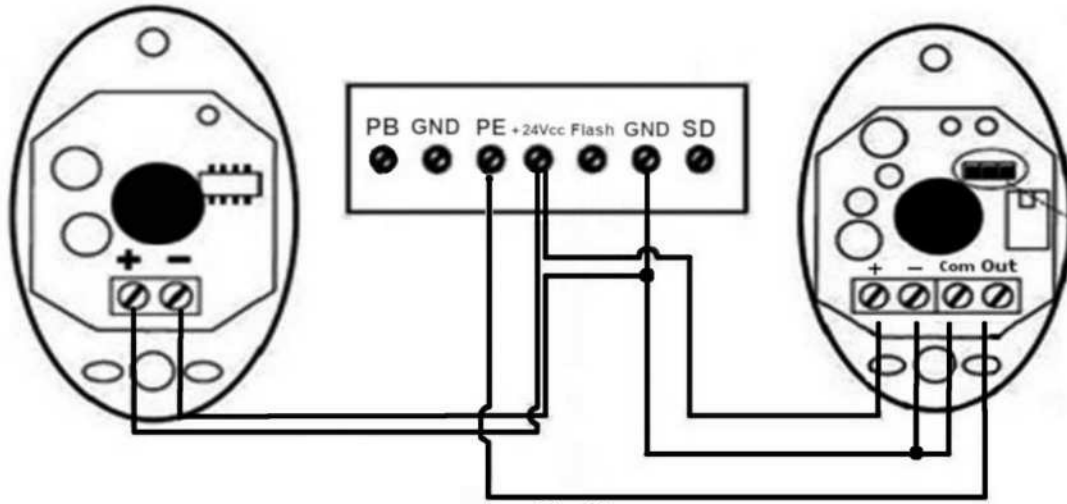

Fig.51
Las fococeldas utilizan el contacto normalmente cerrado y debe estar conectado como se indica en la Fig.51.
8.4.-Conexión de las Foceldas (Opcional)(Fig.51).